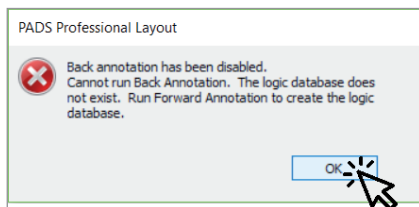

Рис. 19
5. Когда PADS Professional Layout загрузится, вы увидите сообщение (рис. 19).